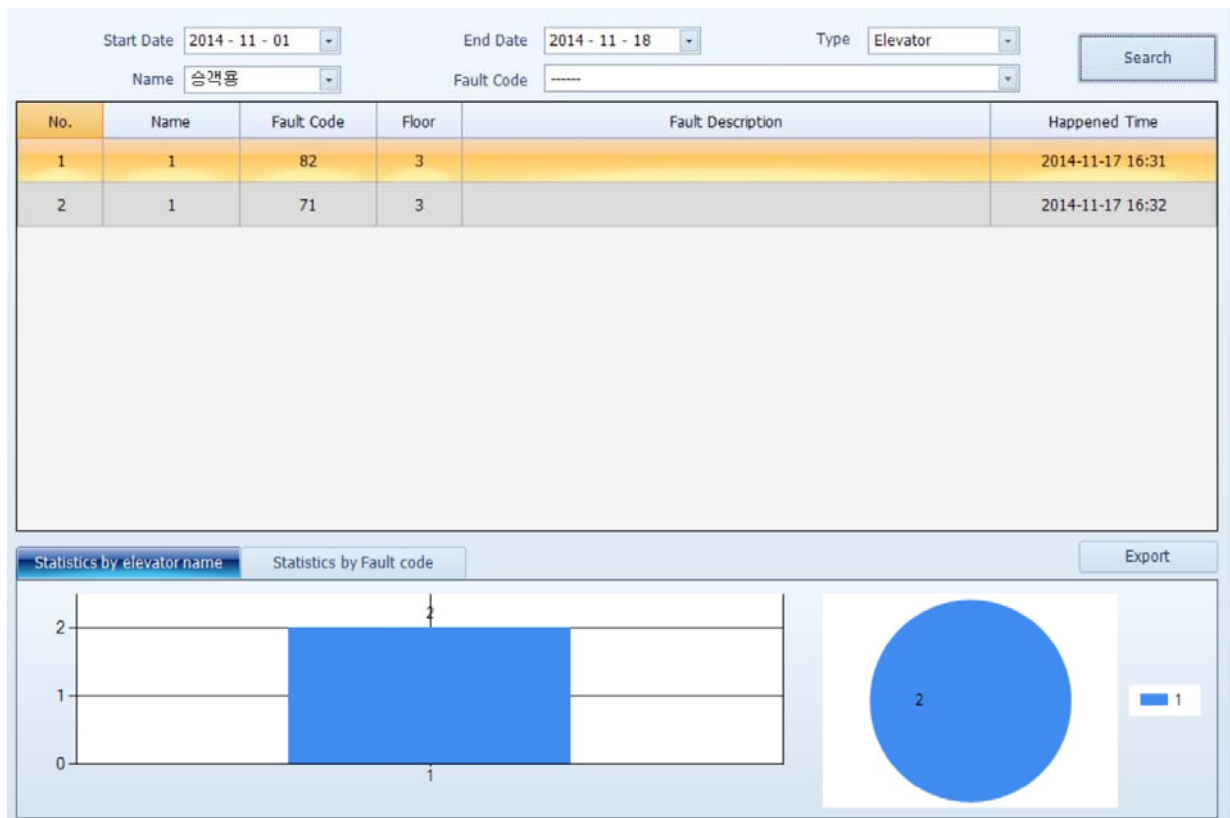

Fig. 4.5.2
- 고장 관리 목록 표시 인터페이스에서는 고장 시간, 엘리베이터 유형, 엘리베이터 명칭, 고장 코드 등 조건 검색을 할 수 있다. Fig 4.5.2 참조.